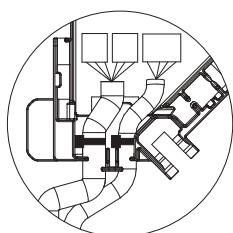

Fig. 5-16
- Compruebe que la abrazadera que sujeta los cables de enlace del Sensor i-see y del receptor de señales esté colocado en el interior de la caja de conexión. (Fig. 5-16)